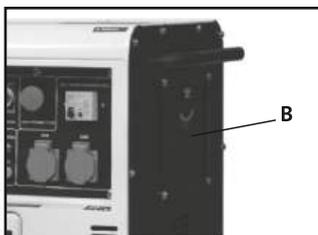

Рис. 7
- Отвинтить защитную крышку воздушного фильтра (для шумопоглощающего кожуха), рис.7,В.